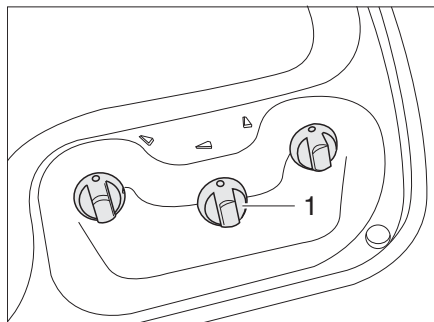
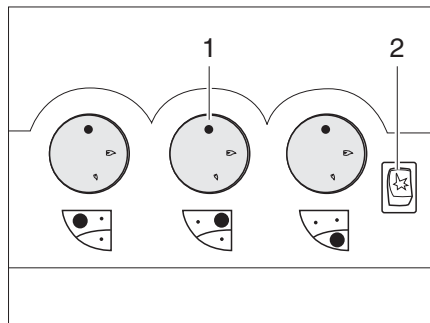

Bild 258 Reglage, knappar för gasspis (utan Piezo-tändknapp)
Bild 259 Reglage, knappar för gasspis (med Piezo-tändknapp)
- Vrid vridregulatorn (Bild 258,1 eller Bild 259,1) till önskad låga till tändningsläge (stor låga).
- Om en tändknapp (Bild 259,2) finns tillgänglig: Skapa en gnista genom att trycka på tändknappen.